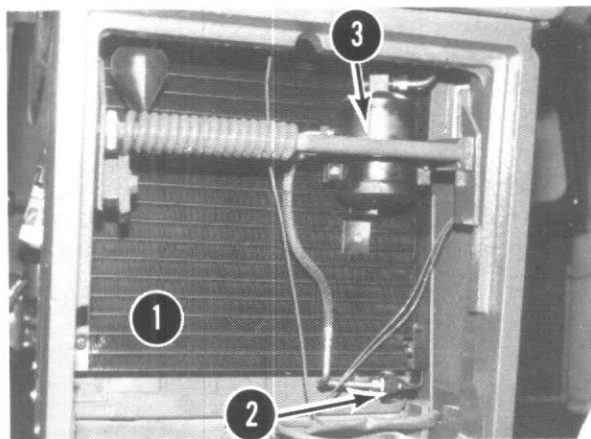

FIGURE 38
Le condenseur (1), Fig. 38, a la fonction d'un radiateur. La vapeur chaude de réfrigérant en provenance du compresseur se refroidit sous l'action du ventilateur moteur et se condense en fluide en évacuant sa chaleur.